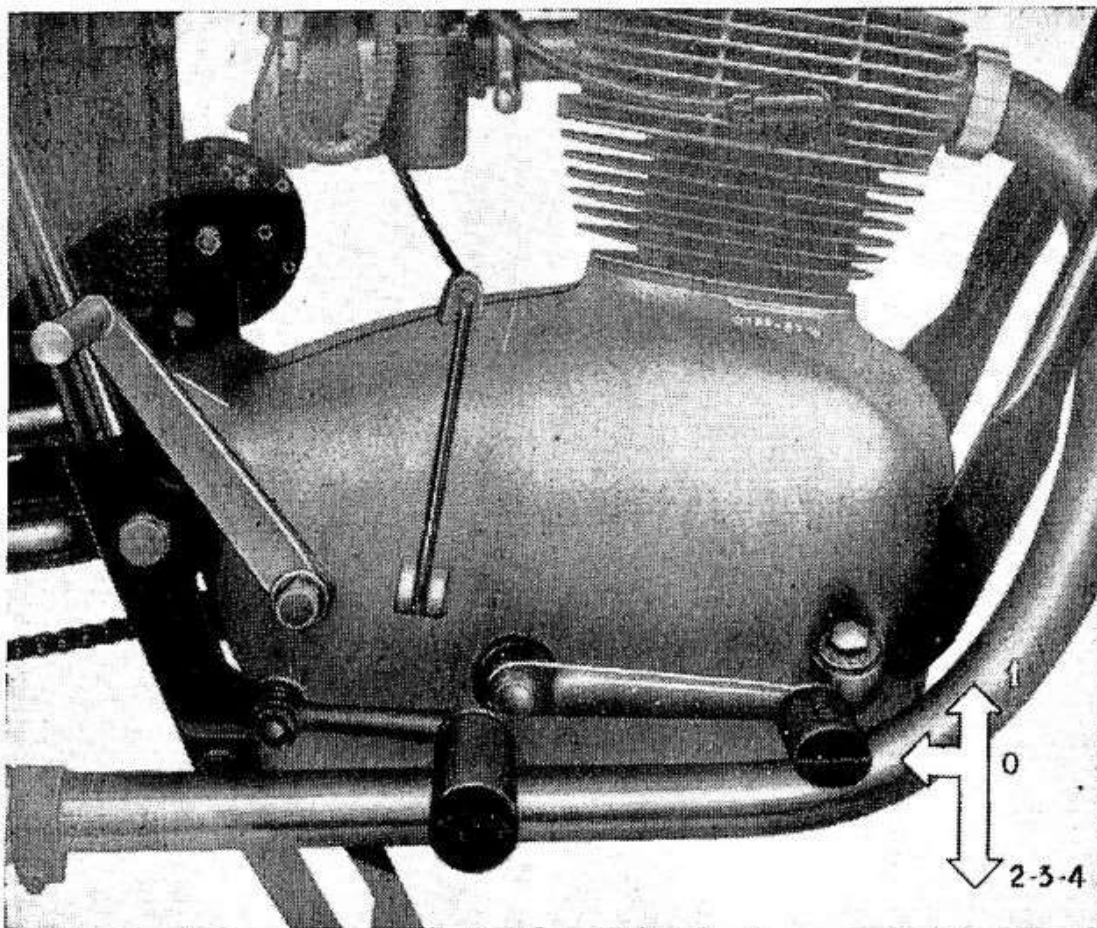

Fig. 9
Tirare a fondo la leva della frizione, spingere in alto il pedale del cambio onde passare dalla posizione di folle (0) a quella di 1^a velocità (vedi fig. 9), indi abbandonare gradualmente la leva della frizione accelerando progressivamente nel contempo il motore.